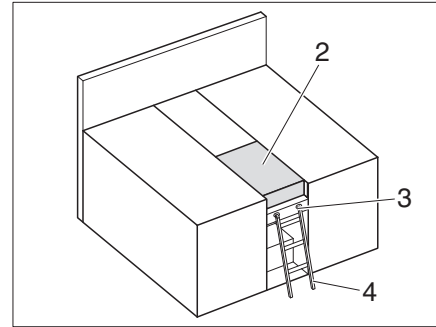

Fig. 173 Cama de matrimonio
- Colocar los cojines adicionales (Fig. 173,2).
Para subir a la litera superior se ha de utilizar la escalera de ascenso equipada de serie (Fig. 173,4).
- Enganchar la escalera de ascenso (Fig. 173,4) con los largueros en el soporte (Fig. 173,3) en el panel.